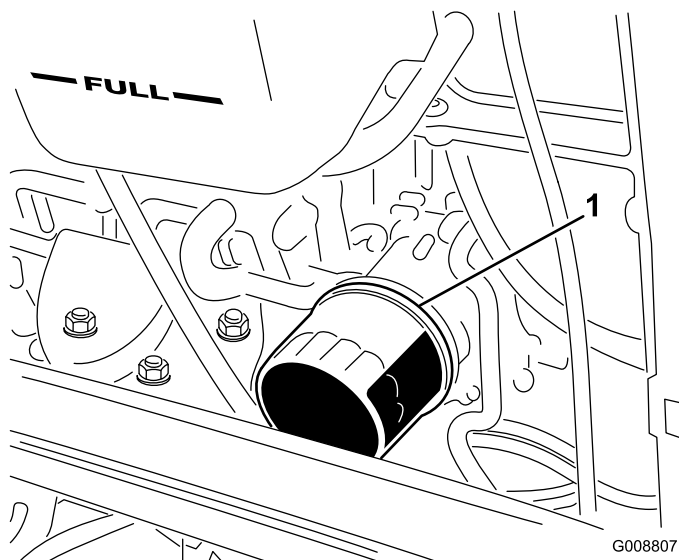

Figure 53
2. Déposez le filtre à huile (Figure 53). Appliquez une fine couche d'huile propre sur le joint du filtre de rechange avant de le visser en place. **Ne serrez pas excessivement.**